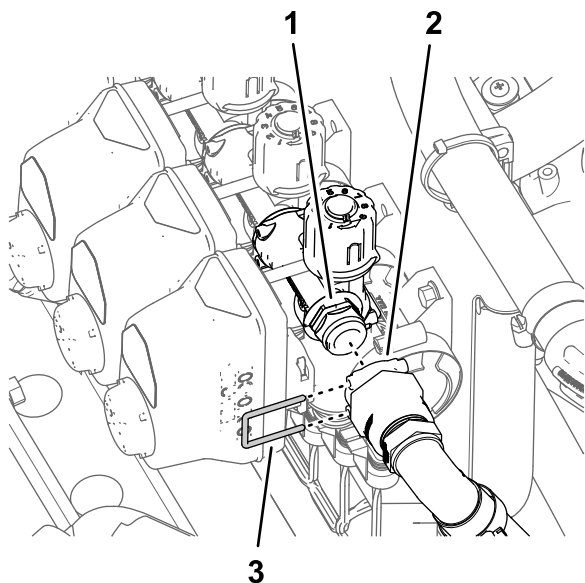

Figura 111
2. Conecte el acoplamiento rápido de la manguera de desvío al acoplamiento rápido de la válvula de desvío de la válvula de boquilla 10 (Figura 111).
3. Sujete los acoplamientos rápidos de la manguera de desvío y la válvula de desvío con la horquilla de retención (Figura 111).